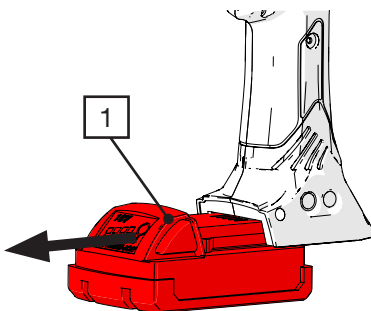

Fig. 5: Retirada de la batería
2. Retire la batería (Fig. 5 /1) de las tenazas de contracción.